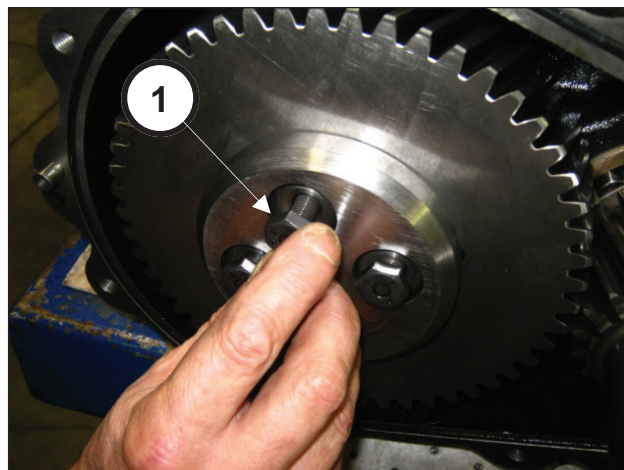
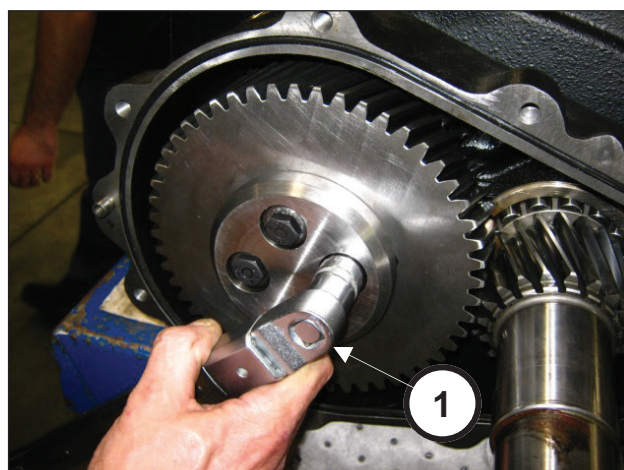

Рис. 68
Рис. 69
Закрепите стопор ведомой шестерни (поз. ①, Рис. 68) с помощью 4 винтов М10х30. Откалибруйте винты динамометрическим ключом, как указано в разделе 3 (поз. ①, Рис. 69).